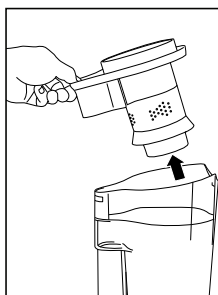

Fig. 3
3. Retirez le porte-filtre cyclonique (Fig. 3).